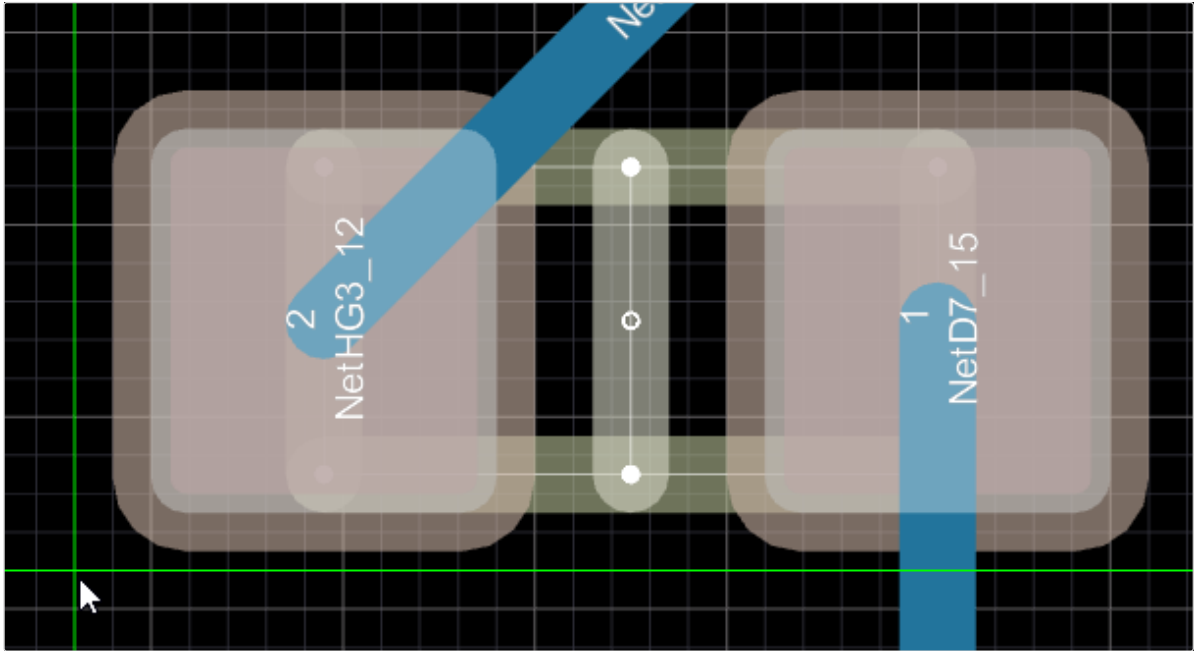

Рисунок 163. Выбор базовой точки при перемещении
- 4) Нажать сочетание клавиш **Ctrl** + **V** или вызвать команду меню *Редактирование* → *Вставить*. Скопированные объекты будут привязаны к курсору мыши относительно выбранной базовой точки (см. рисунок 163).